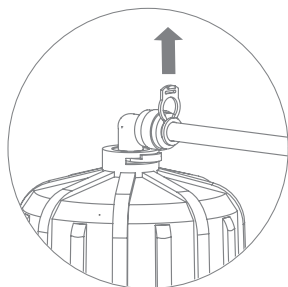

Рис. 17
3. Отсоедините стопорную клипсу, фиксирующую цангу (рис. 17). Отсоедините пластиковую трубку, удерживая цангу прижатой к корпусу (см. раздел «Отсоединение трубок»). При необходимости отсоедините все трубки от корпуса мембраны и извлеките его из корпуса фильтра.